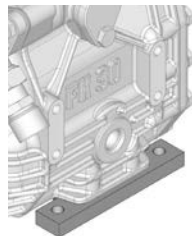

Fig. 4
- Il compressore viene fornito con piedini di montaggio montati (vedi fig. 4). In alternativa il compressore può essere montato direttamente, senza piedini di montaggio, sulla costruzione sottostante.